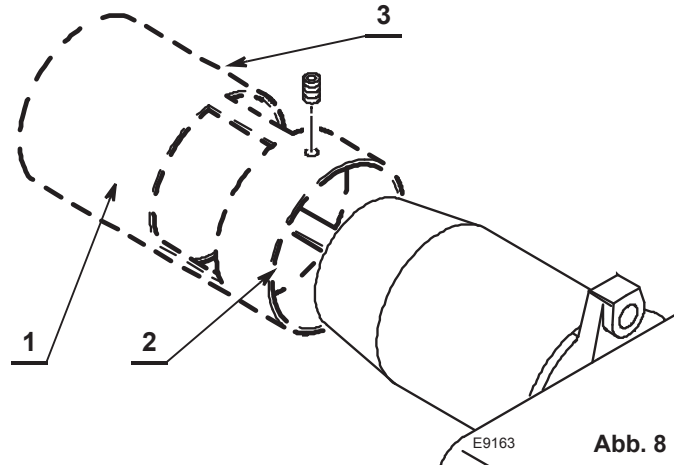

Abb. 8
- Gegebenenfalls das Rezirkulationsrohr 1)(Abb. 8) auf das Brennerrohr 2) schieben und mit der Schraube 3) befestigen.